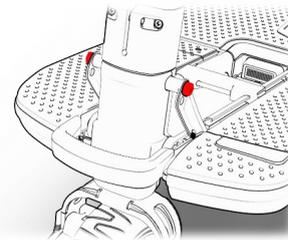

Figura 26 Caña del timón-tornillos de ajuste de ángulo
1. Su ATTO debe estar en una posición abierta para ajustar el ángulo del timón. Una vez abierto, ubique y suelte los dos tornillos Allen (hexagonal) (ver resaltado en rojo en la Figura 26). Asegúrese de mantener el timón en posición vertical (debe sostener el timón para evitar que se caiga mientras suelta los tornillos).